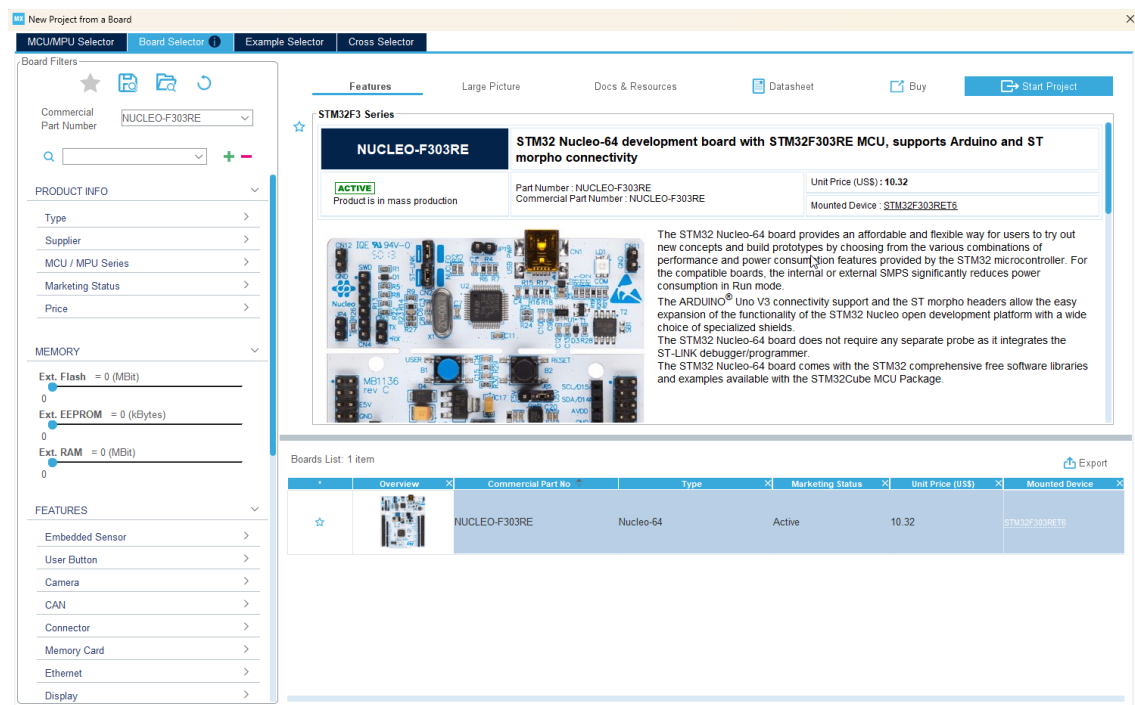

Figura 6: Ventana "New Project from a Board" con filtro de búsqueda.
6. Esta acción abrirá la ventana de selección de hardware titulada "New Project from a Board" (ilustrada en la figura 6), la cual carga por defecto en la pestaña **Board Selector**.